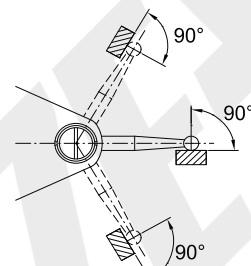
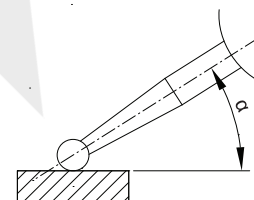

fig.4
fig.5
- 2. Durante a medição, a ponta deve estar vertical em relação à direção de medição (fig.4). Quando o estilete estiver em ângulo com a direção de medição (fig.5), deve ser feita a seguinte correção.